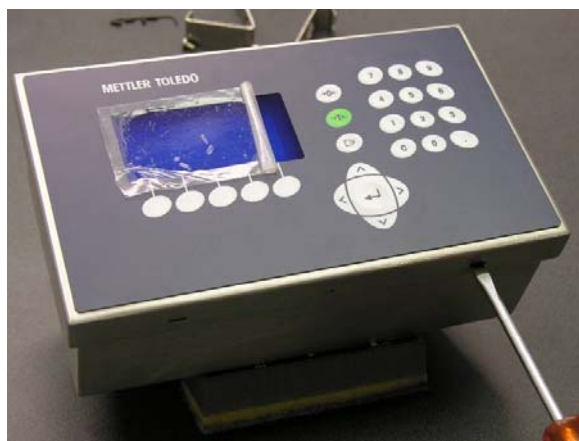

图 A-2: 防尘式外壳的开启
1. 将扁平的螺丝刀插进前盖的槽中并轻微用力顶住卡簧片(见图 A-2)，当听到“叭”的声音表明卡簧片已松开。